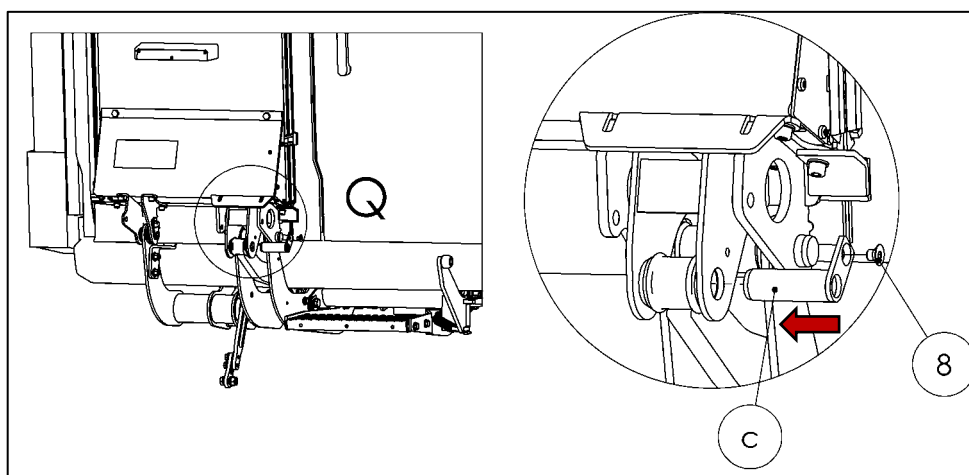

Abbildung 68
- Schraube (Pos. 8) aus dem Beipack zur Bolzensicherung montieren (Abbildung 68).